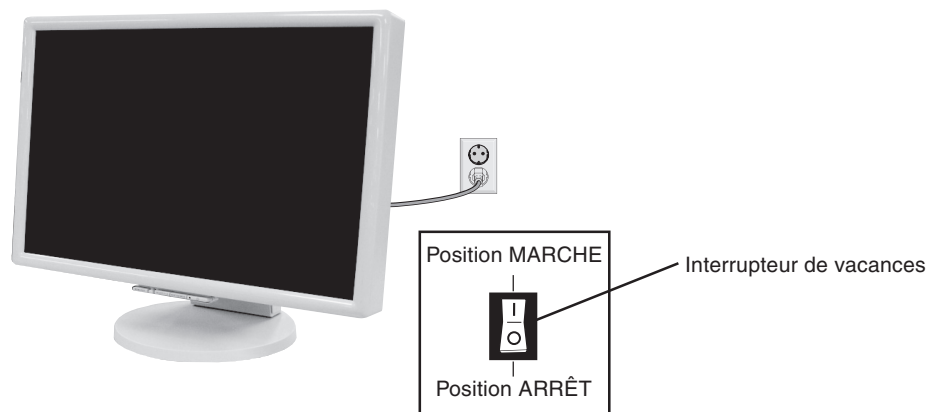

Figure D.1
12. Connectez le cordon d'alimentation à la prise de courant (**Figure D.1**).
13. L'interrupteur de vacances situé à l'arrière du moniteur doit être allumé (**Figure D.1**). Allumez le moniteur avec le bouton d'alimentation situé à l'avant ainsi que l'ordinateur.